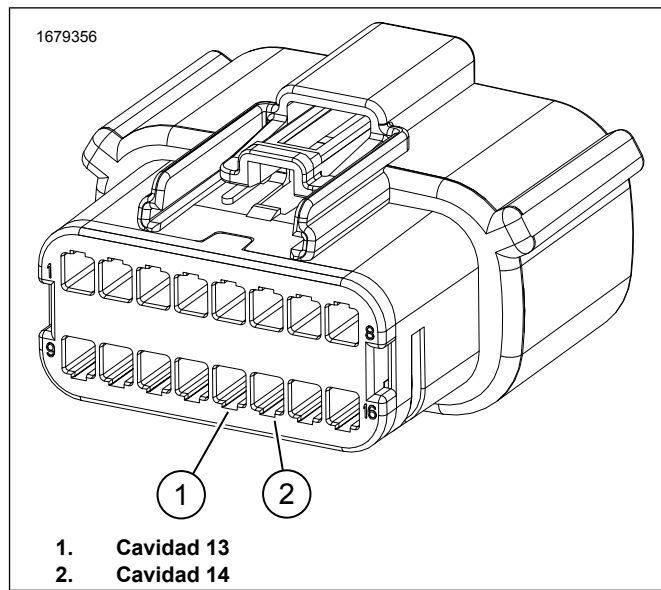

Figura 3. Conector de 16 pasadores C288_1
4. Vea la Figura 3. Extraiga los enchufes de la cavidad 13 y 14 del conector [C288B_1].